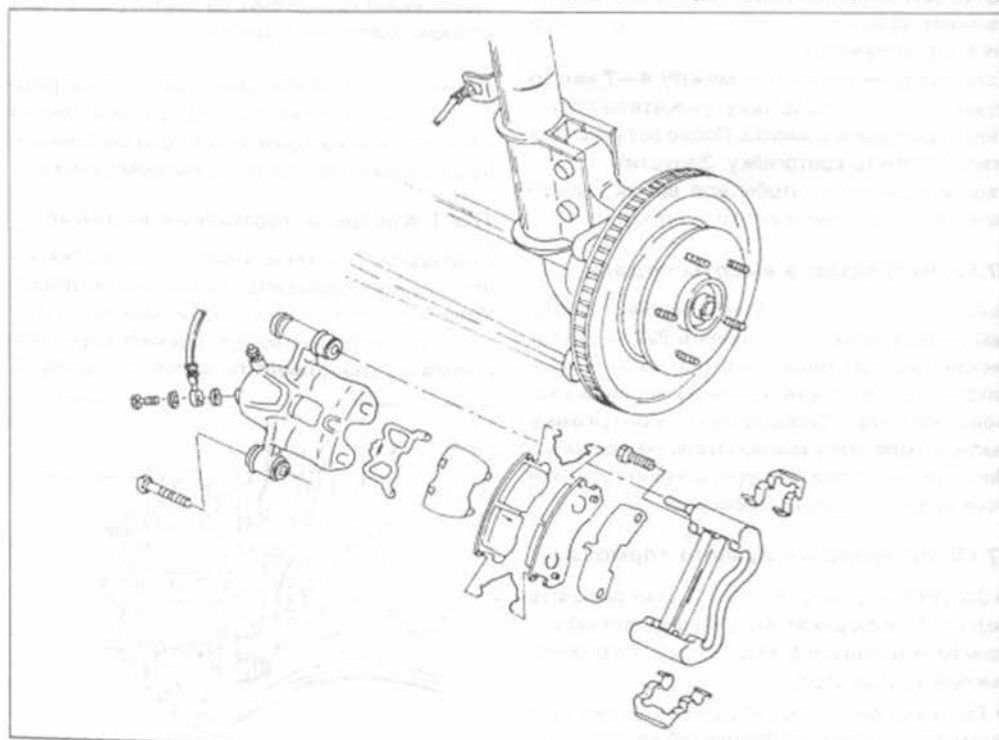

Рис.218.
- Обе тормозные колодки вставить в направляющие. Следить за тем, чтобы тормозные колодки попали на соответствующее место, если опять устанавливаются прежние колодки. Установить вставки в соответствии с монтажным рисунком на рис.218. Вставные шайбы содержатся в ремонтном комплекте и их нужно использовать. Поставляемой с комплектом смазкой нужно смазать шайбы, чтобы они приклеились к тормозной колодке.